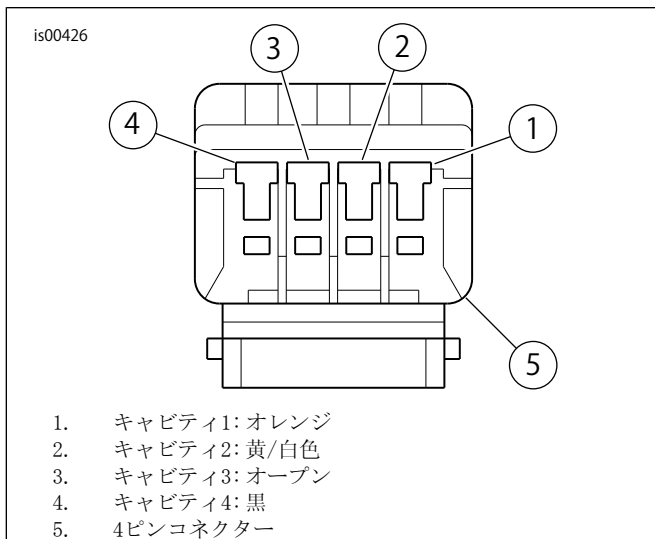

図2。4ピンコネクター(ワイヤー側から見た図)
4. 「図2」を参照してください。3本の配線(1、2、4)をキットの4ピンコネクターの適切なキャビティーに取り付けます。サービスマニュアルのAMPマルチロック電装コネクターとソケット/ピンターミナルの取り付けセクションを参照してください。